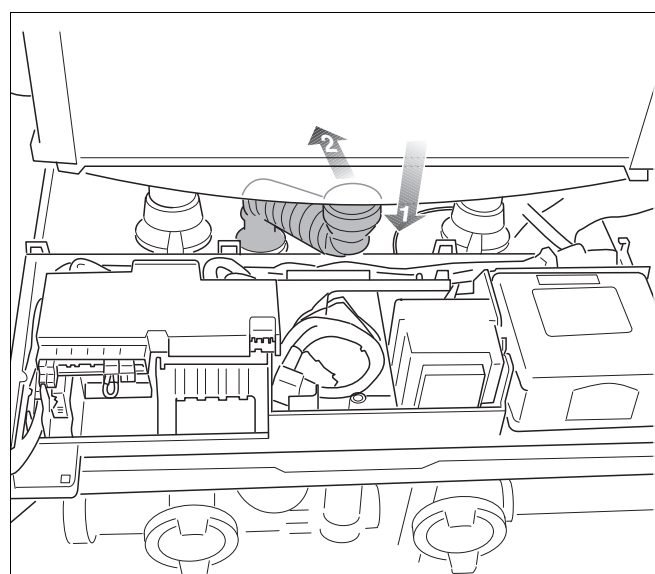

Рис. 110 Снятие гофрированного шланга
- Снять гофрированный шланг для слива конденсата и загнуть назад (рис. 110).